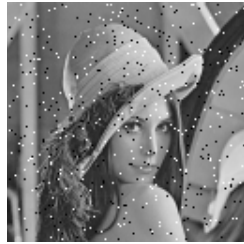
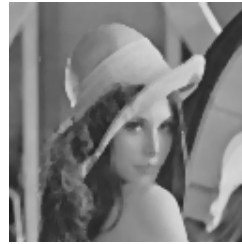

図5 原画像
図6 結果画像
で表されます。ただし、画像の縁の画素 (i や j が 0 か 127 の値をとるとき) については、 $P'(i, j) = P(i, j)$ とします。別の言い方をすれば「元のピクセルおよび隣接する 8 ピクセル (合計 9 ピクセル) の輝度の中央値 (メディアン) を求める」ことで新しいピクセル値を計算するということになります。参考までにメディアンフィルタによるノイズ除去処理の例を以下に示します。図 5 が元画像、図 6 がフィルタ処理後の画像です。
- `imfiles/set_image.mem`: サンプル画像データ (図 5) のメモリ初期化ファイル (`sim_risc16ba.sv` で読み込まれる)